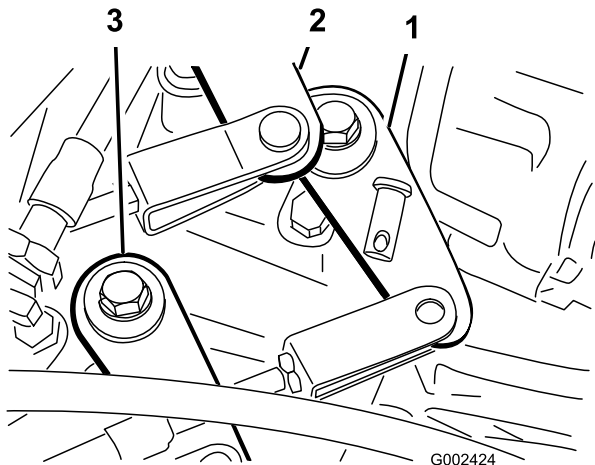

図 52
2. シフトケーブルをトランスアクスルのシフトアームに固定しているクレビスピンを取る 図 52。
1. ハイ・ロー切り替えケーブルをトランスアクスルに固定しているクレビスピンを取る 図 52。